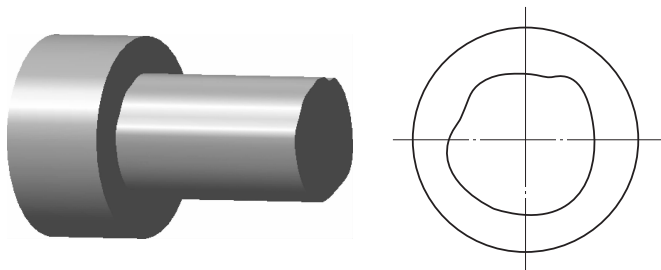
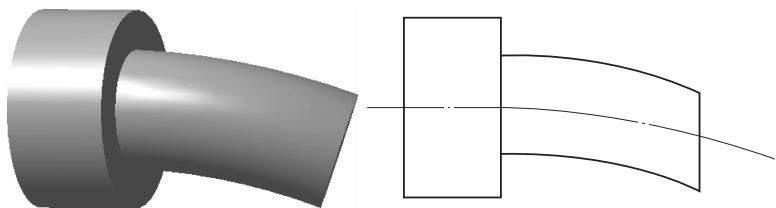
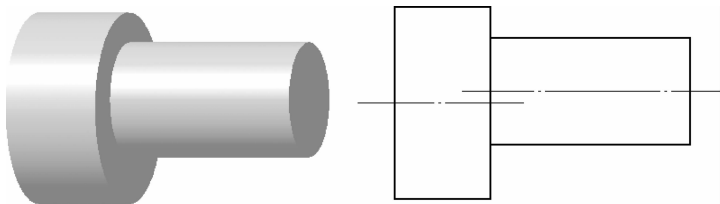

图 1-4 圆度误差
图 1-5 直线度误差
图 1-6 同轴度误差
(1)从零件的实际几何参数和图样上理想几何参数对比的角度看,误差主要包含尺寸误差、几何误差和表面粗糙度误差。跟尺寸有关的误差称为尺寸误差。例如,尺寸方面可能存在误差,零件尺寸可能做得偏大,也可能偏小。跟零件的几何形状和不同部位间的相互位置关系有关的误差称为几何误差。零件的几何形状和不同部位间的相互位置关系也可能存在误差。例如,圆加工出来不“圆”(见图 1-4),轴线加工出来不“直”(见图 1-5),同轴线加工出来不“同轴”(见图 1-6),等等。另外,加工后得到的零件表面都不是绝对光滑的,从微观角度上看,零件实际表面跟理想表面之间的误差称为表面粗糙度误差。